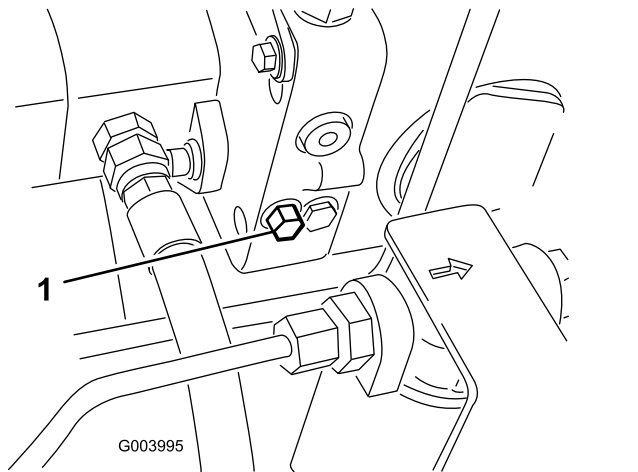

Figura 59
3. En la bomba de desplazamiento variable, gire el perno de la válvula de desvío una vuelta y media para abrirla y dejar pasar el aceite internamente (Figura 59).